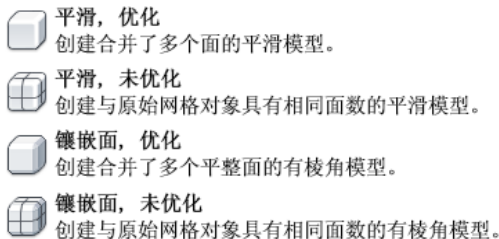

图 11-1 “SMOOTHMESHCONVERT”的取值按钮
- 2) 从三维建模空间功能区的“网格”选项卡的“转换网格”面板右侧的下拉按钮菜单（如图 11-1 所示）中选择。